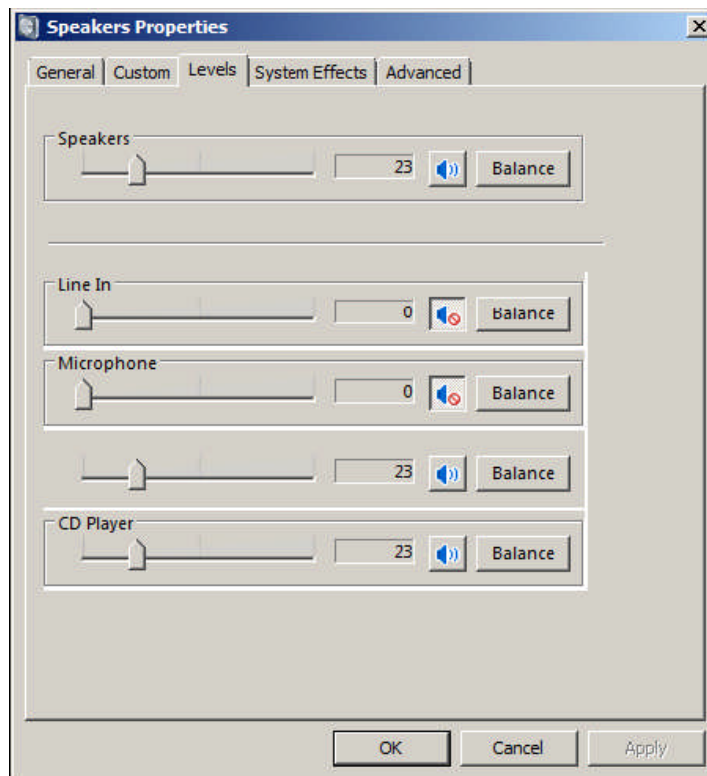

Figura 4.6 Proprietà del canale di riproduzione - livelli di uscita.
- 3) Fare clic sulla scheda 'Livelli' per aprire il mixer di uscita (Figura 4.6). Disattivare i canali Line In e Mic, se visualizzati.